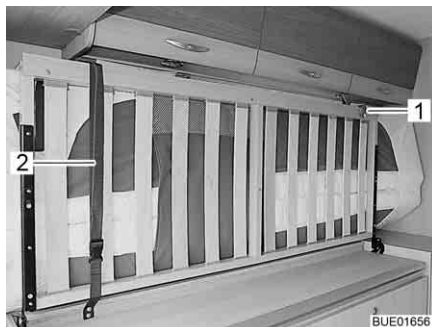

Fig. 10 Letto, ribaltato lateralmente
- Quanto il letto è ribaltato lateralmente, assicurarne mediante la cintura di ritegno (Fig. 10,2) e la reggetta di sicurezza (Fig. 10,1).